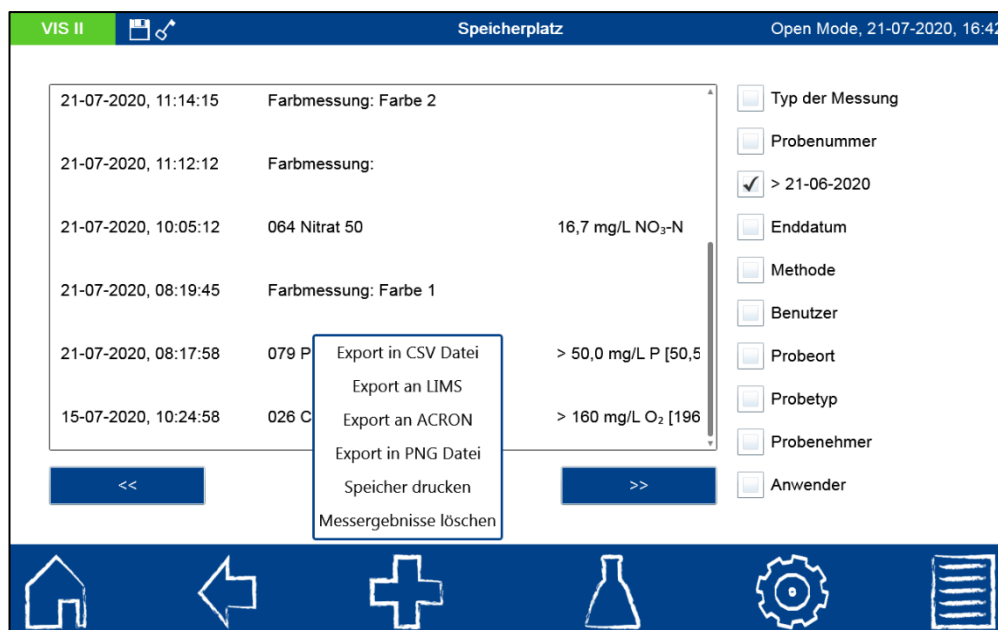

Abbildung 122: Datenexport aus dem Messergebnisspeicher
Zum Exportieren der Daten nach LIMS wählen Sie im Messergebnisspeicher (siehe Abbildung 122) unter  den Eintrag „Export an LIMS“ aus. Die Daten werden in der oben konfigurierten Art gesendet.
- Einstellung „aus“: Es werden keine Daten automatisch an das Netzlaufwerk gesendet. Der Export der Daten muss manuell über die Option „Export nach CSV“ im Messergebnisspeicher angestoßen werden (siehe Abbildung 122).